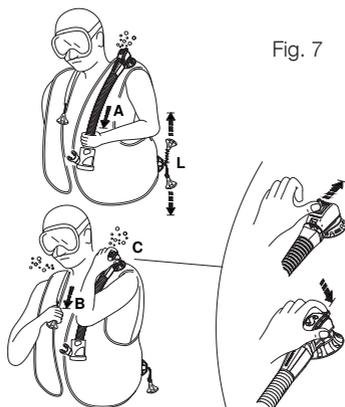

Fig. 7
- a. en tirant doucement sur le tuyau (fig. 7 - A).
- b. en appuyant sur le bouton qui fait saillie hors du boîtier de la soupape (fig. 7 - C) (breveté) : ce système pourrait également être utile pour purger l'air d'un autre plongeur ayant des problèmes (panique, plongeur débutant, inconscience, etc.).
- La soupape de décharge manuelle double SCUBAPRO® (brevet) est munie d'un bouton manuel de sécurité qui libère de l'air lorsqu'il est poussé (FIG. 7-C), en cas de défaillance du système de décharge manuelle (câble cassé, broche, etc.).
### **Soupape décharge inférieure (fig. 7 - L)**
Les dispositifs de dégonflage avec le débit maximal de gaz sont la valve à épaulement fig. (7-B) et la valve inférieure (fig. 7-L).